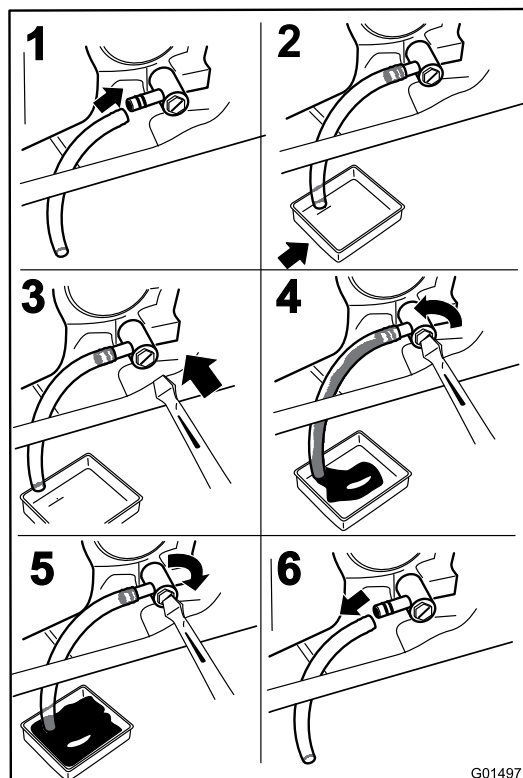

Figura 31
4. Pare el motor, retire la llave y espere a que se detengan todas las piezas en movimiento antes de abandonar el puesto del operador (Figura 31).